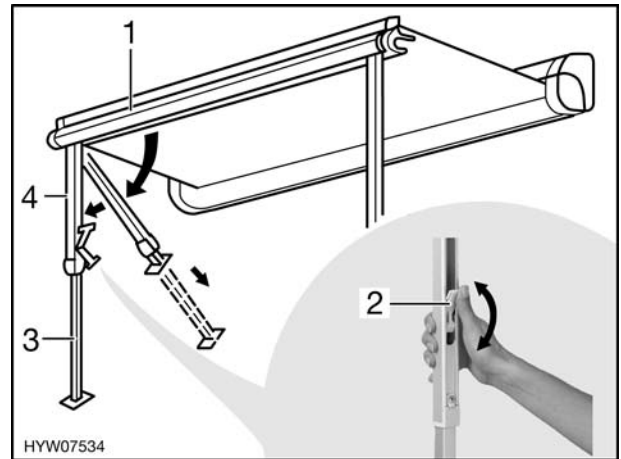

Bild 46 Stützfüße aufstellen
- Die Stützfüße (Bild 46,4) aus der Frontleiste (Bild 46,1) herausklappen und aufstellen.
- Die Verriegelung an den Stützfüßen öffnen. Dazu den Verriegelungshebel (Bild 46,2) nach oben umlegen.
- Den unteren Teil der Stützfüße (Bild 46,3) bis zur gewünschten Länge herausziehen.